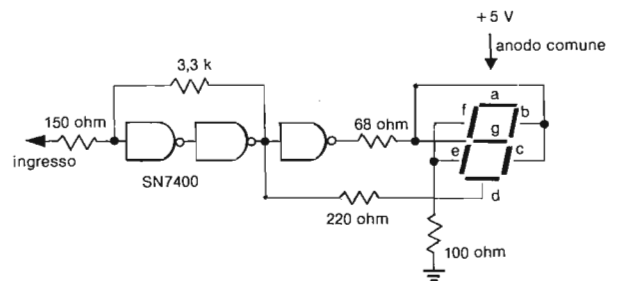

Fig. 2 - Il tester semplificato per logiche a bassa impedenza.
Si applica il puntale di misura (IN) nei diversi punti di controllo del sistema digitale; la massa mediante una pinza di coccodrillo, va al polo comune. L'alimentazione da 5 a 15 V può essere prelevata dall'apparecchiatura, oppure essere fornita da una piletta. Un altro tester molto semplice ma adatto solo per verifiche su logiche a bassa impedenza, è riportato in Fig. 2.
Le spire *non sono*, in ogni caso spaziate, e dal grafico di Fig. 2 si deduce qual è la lunghezza d'avvolgimento ottimale per ogni gamma d'induttanza, usando fili diversi.
Fig. 2 - Per visualizzare l'ellisse che si forma sul terreno, si pensi alla figura simile creata ad un riflettore sulla pista d'un circo. In quel caso il proiettore è inclinato verso il basso perché il suo fascio è ristretto; una «tre elementi» invece, può avere il fascio più ampio di 40° e sebbene puntata all'orizzonte, l'estremità del semilobo inferiore incontrerà il terreno ad una sessantina di metri di distanza, se l'altezza dell'antenna è 20 sul suolo.